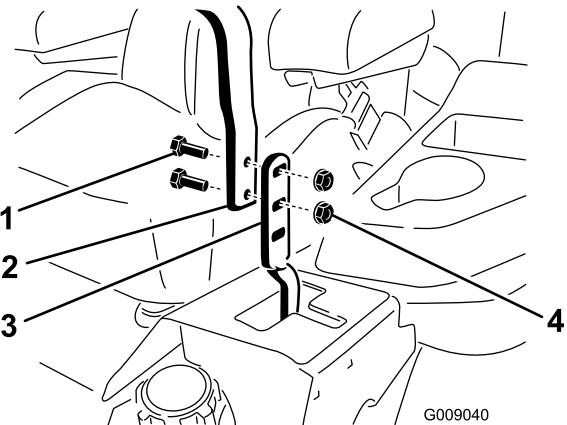

Figura 74
3. Allentate i bulloni e i dadi delle flange montati sulle leve (Figura 74).